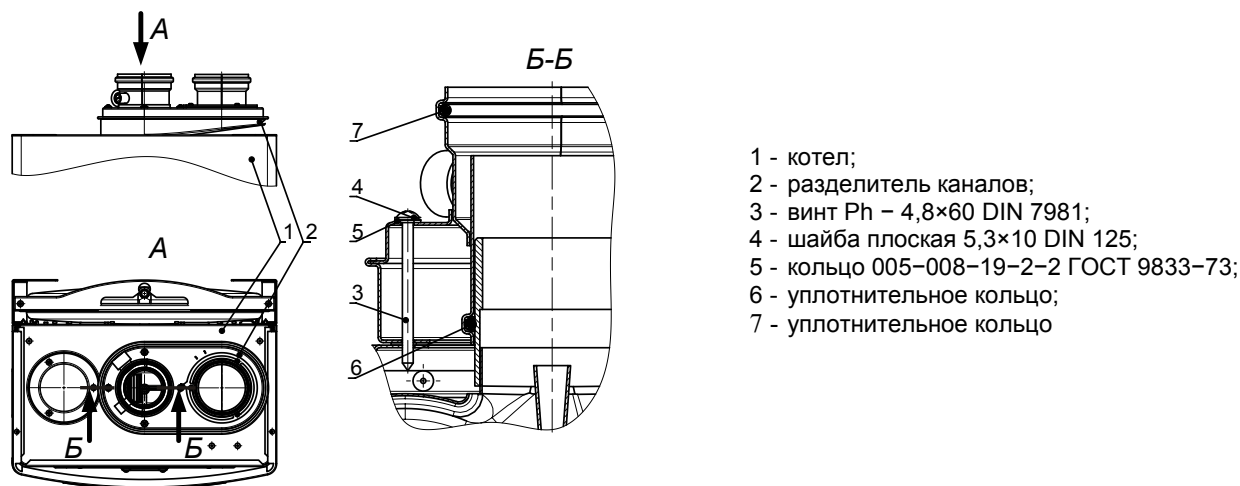

Рис. 10. Схема установки разделителя каналов
- 3) убедиться в наличии уплотнительного кольца 6 (в месте присоединения втулки вентилятора) перед установкой разделителя на котел (см. Рис. 10);